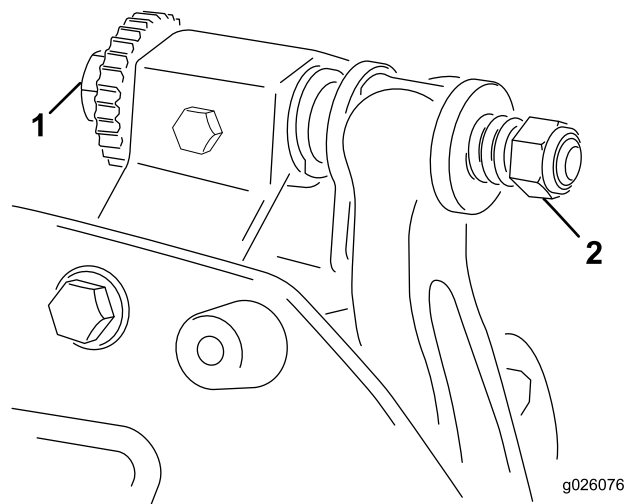

Figure 4
2. Basculez le plateau de coupe pour exposer la contre-lame et le cylindre. **Vérifiez que les écrous à l'arrière des vis de réglage de la barre d'appui ne reposent pas sur la surface de travail (Figure 4).**